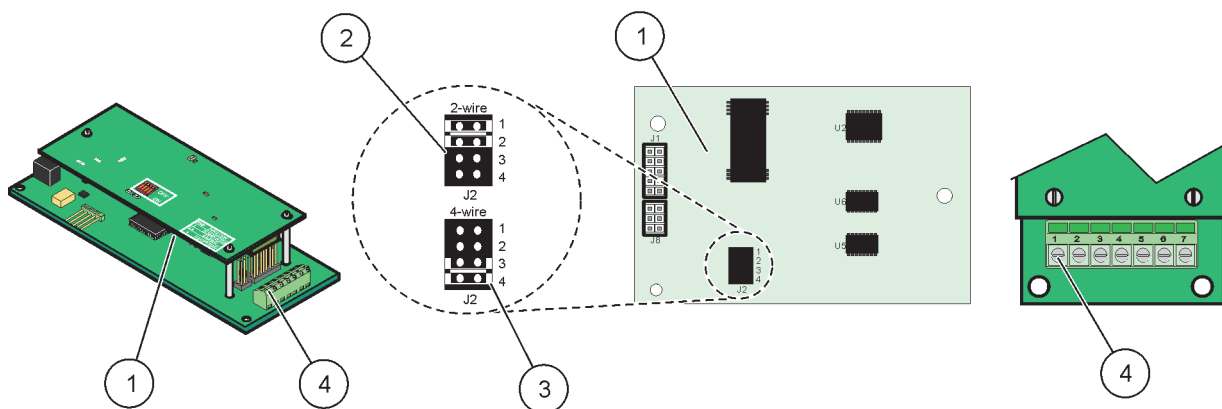

Рисунок 24 Подключение платы Modbus RS485 (YAB021)
4. Пропустите кабель через основание модуля, хорошо подготовьте и вставьте каждый провод в клемму в соответствии с Рисунок 24/Таблица 7.